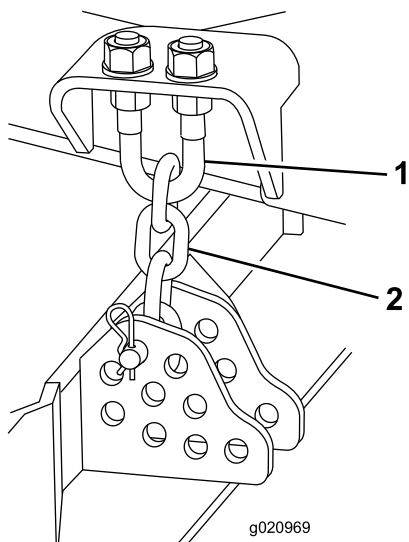

Figura 101
4. Retire o contrapino tipo grampo e pino de segurança que fixam as correntes da altura de corte à traseira da plataforma de corte (Figura 101).